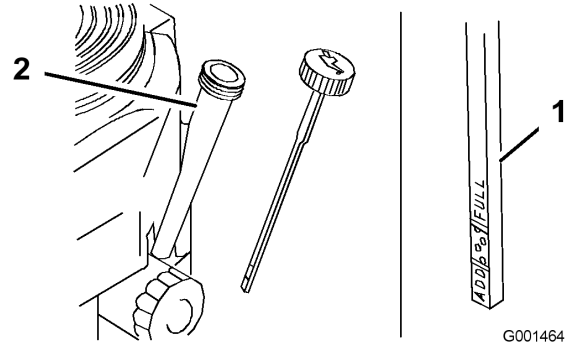

Figura 26
4. Limpie alrededor de la varilla de aceite (Figura 26) para impedir que caiga suciedad por el orificio de llenado y cause daños en el motor.
5. Desenrosque la varilla de aceite y limpie el extremo (Figura 26).
6. Deslice la varilla a fondo en el tubo de llenado, pero no la enrosque en el tubo (Figura 26).
9. Vierta lentamente un 80% aproximadamente de la cantidad especificada de aceite por el tubo de llenado (Figura 26).